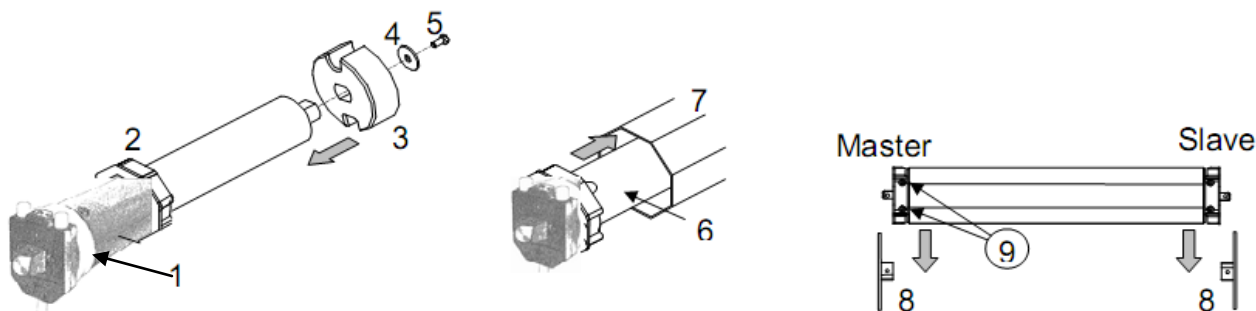

Рис. 1
- Не вращайте кольцо конечных положений (1) перед установкой привода, исключите любую ударную нагрузку, не бейте молотком по приводу, это может повредить внутреннюю электронику.
- В зависимости от серии привода, минимальный внутренний диаметр вала (деталь 7 на рис.1) должен быть больше чем: серия 40/ XX = 37 мм, серия 50/ XX = 47 мм, серия 60/ XX = 57 мм.
Процедура монтажа (см. Рис. 1):